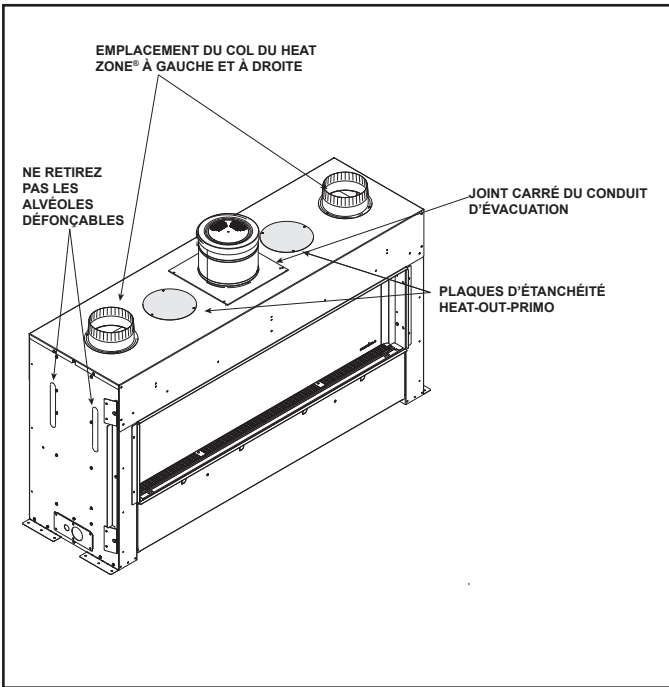

Figure 6.9 HEAT-ZONE-PRIMO
- Installez les cols du HEAT-ZONE-PRIMO aux côtés gauche et droit de l'appareil avec des vis. Voir la figure 6.9.